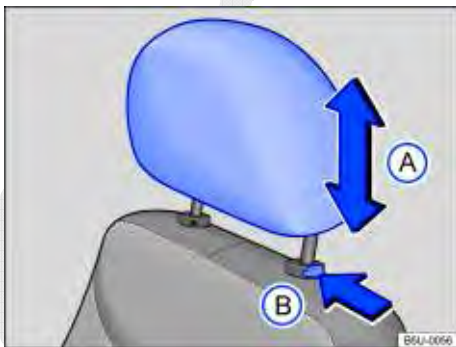

Fig. 42 Desinstalar o apoio para cabeça dianteiro.
- Pressionar a tecla ⇒ Fig. 42  no sentido da seta. Retirar o apoio para cabeça com a tecla pressionada.
- Empurrar o apoio para a cabeça totalmente para baixo com o botão ⇒ Fig. 42  pressionado.